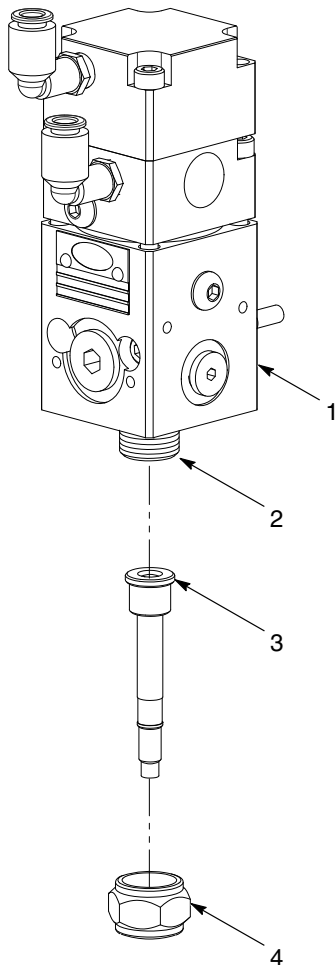

Figure 4 Installation type de la buse
1. Voir la figure 4. Lubrifier les filets (2) sur de la vanne de dépose (1) avec un solvant qui est compatible avec la matière déposée.
2. Monter la buse (3) avec l'écrou de buse (4). Serrer fermement l'écrou de buse.
4. Voir la figure 4. Retirer prudemment l'écrou de buse (4) et la buse (3) de la vanne de dépose (1). Nettoyer les filets de la buse et de la vanne de dépose (2) avec un solvant compatible.
5. Lubrifier les filets de la vanne de dépose (2) avec un solvant compatible.
6. Monter la buse (3) avec l'écrou de buse (4). Serrer fermement l'écrou de buse.